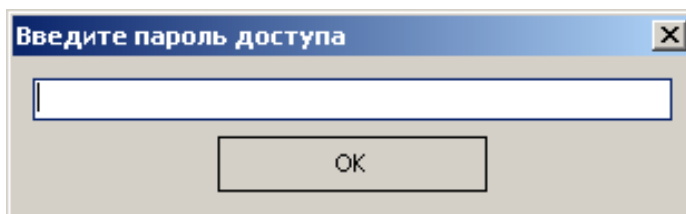

Рисунок 23
- 5. Нажать кнопку «Прошить». Перед Вами появится окно (Рисунок 23):*